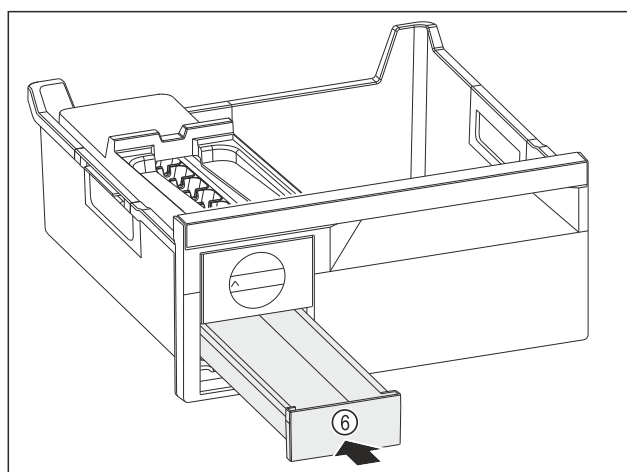

Fig. 188
- ▶ Skjut in iskublådan Fig. 188 (6).